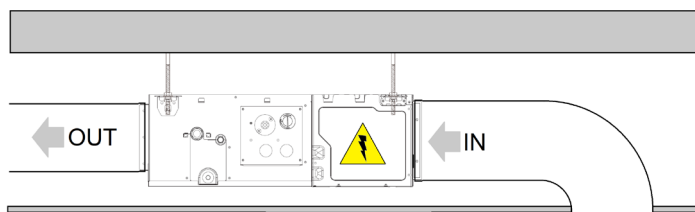

fig. 7
- Prevedere una botola di ispezione in prossimità della scatola elettrica. Fig 7.